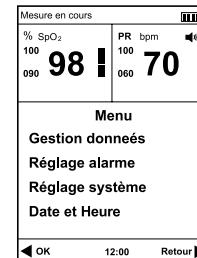

Fig.4-1
1) Appuyez sur l'interrupteur d'alimentation pendant 3 secondes pour allumer l'oxymètre puis appuyez sur le bouton Menu pour accéder au menu principal, referez à la Fig.4-1.